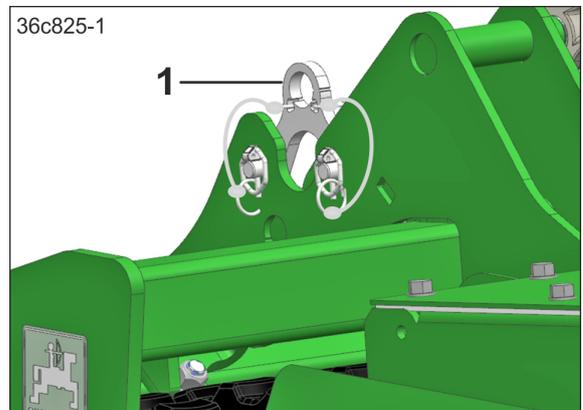

Fig. 140
14. Die Kupplungsstücke (Fig. 140/1), zum Parken, an gleicher Stelle abstecken und sichern.